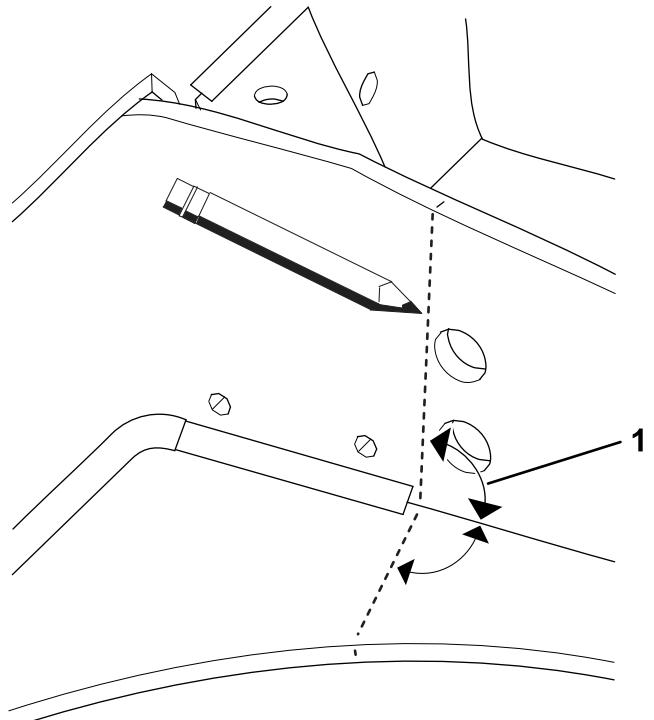

Figura 9
2. Usando uma régua e uma ferramenta de desenho, desenhe uma linha em ângulo de 90° a partir da base do suporte do eixo em ambas as direções (Figura 9). Repita no outro lado.